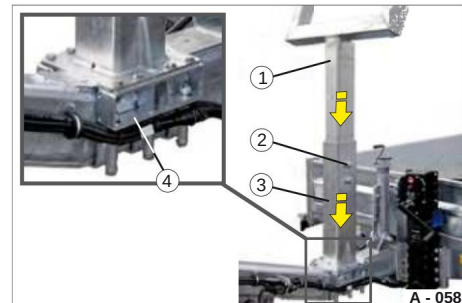

Fig. 62 Supporto del nastro trasportatore montato
• Posizionare il supporto (Fig. 62/3)
con la staffa di supporto (Fig. 62/4)
(Fig. 62/1) nella parte superiore del supporto.
a vite (Fig. 62/2).